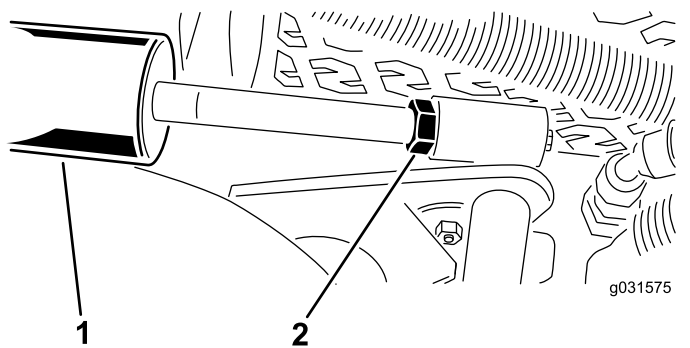

図 17
- A. カッティングユニットを降下させ、シリンダについているジャムナットを戻す 図 17。